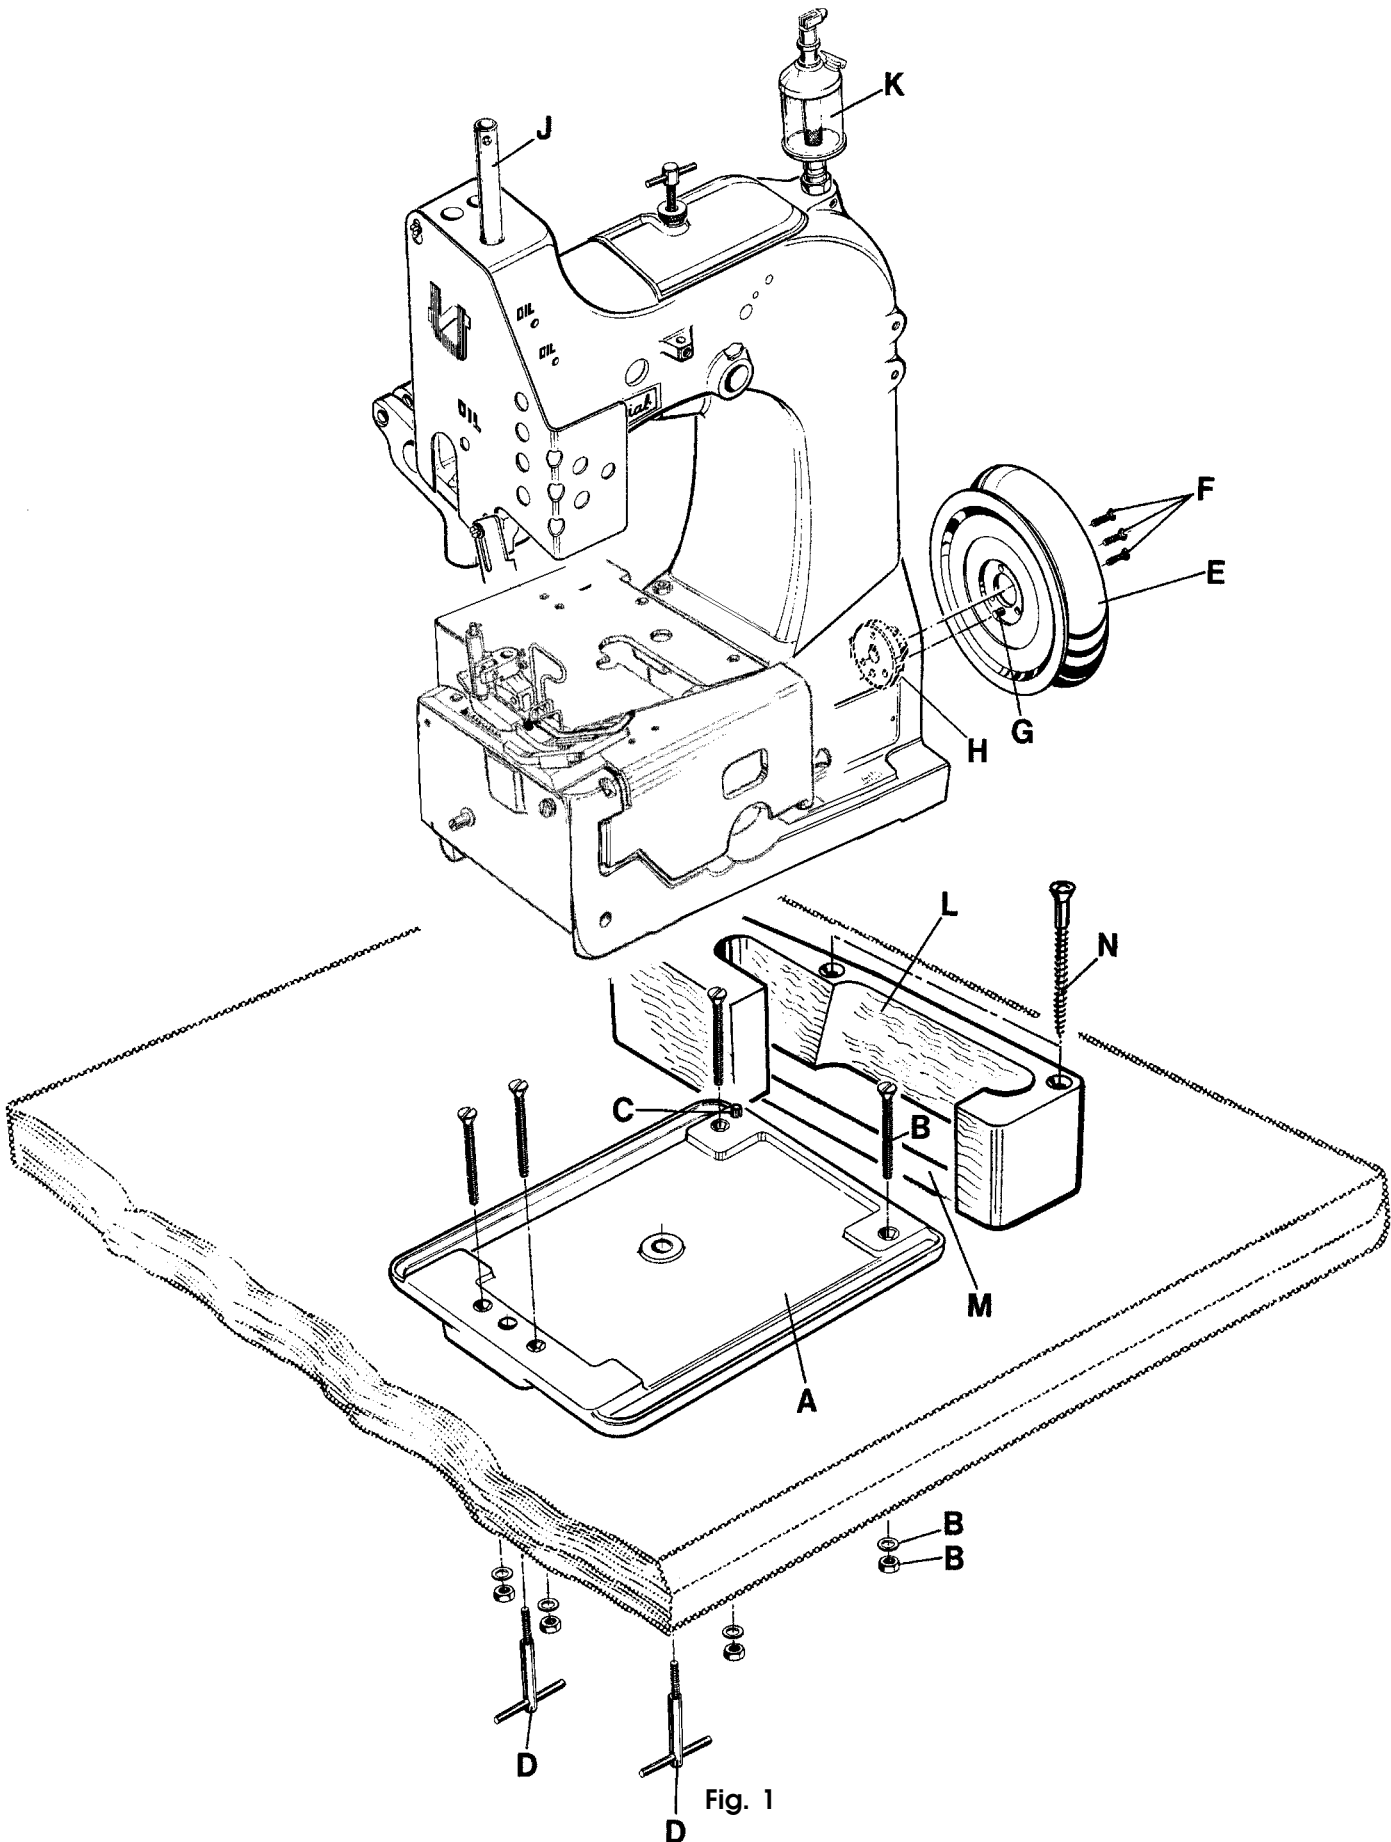
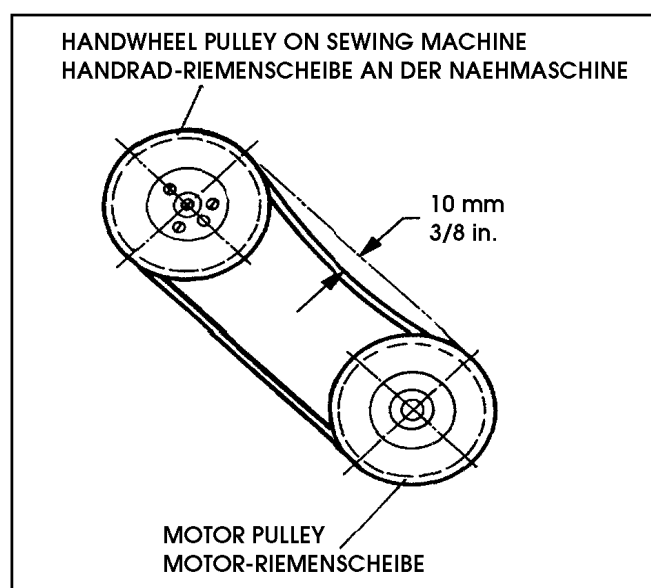

Fig. 1
Fig. 2
2. Mount the base plate (A, Fig. 1) with four screws, nuts and washers (B) in the provided holes on the table board.
3. Place the sewing machine on the base plate so that the roll pin (C) in the base plate engages with the right rear hole in the machine base.
4. Fasten the sewing machine with the two T-screws (D) on the base plate.
6. Assemble the handwheel pulley (E) with three countersunk screws (F) to the sewing machine. Pin (G) must engage with the hole in hub (H).
7. Screw in needle bar guard (J).
8. Screw in sight feed oiler (K).
9. Align the handwheel belt guard (L) with the V-belt slot (M) in the table board and with the handwheel pulley and fasten it with two wood screws (N) on the table board.
10. Dismount motor belt guard. Place the V-belt around the motor pulley and slue the motor to tense the belt. The tension on the V-belt is correct, when with moderate finger pressure it will deflect approx. 10 mm (3/8 in.) midway between handwheel pulley on the sewing machine and motor pulley (see Fig. 2). Remount motor belt guard.
2. Monte la placa de base (A, Fig. 1) con los 4 tornillos, tuercas y arandelas (B) en los huecos ya listos en la tabla de la mesa.
3. Coloque la maquina sobre la base, de manera que el pasador de regulación (C) en la placa base, encaje en el hueco derecho trasero de la base de la máquina..
4. Asegure la máquina de coser con los 2 tornillos T (D) en la placa de base.
6. Monte la rueda del volante (E) con los 3 tornillos remache (F) a la máquina de coser. El pasador (G) debe encajar en el hueco dentro de la rueda (H).
7. Atornille la barra de aguja (J).
8. Asegure la aceitera (K).
9. Aline el guarda correa del volante (L) con la perforación para la correa en la mesa (M) y con la rueda del volante y sujételo con los 2 tornillos para madera (N) a la mesa.
10. Desmonte el guarda correa del motor. Coloque la correa en V alrededor del volante y ajuste el motor para tensar la correa. La tensión del la correa en V será lla correcta cuando ejerciendo presión moderada con el dedo ceda en aprox. 10mm (3/8 pulgada) en la mitad entre la rueda del volante en la maquina de coser y la rueda del motor (Ver Fig. 2). Coloque nuevamente el guarda correa del motor.